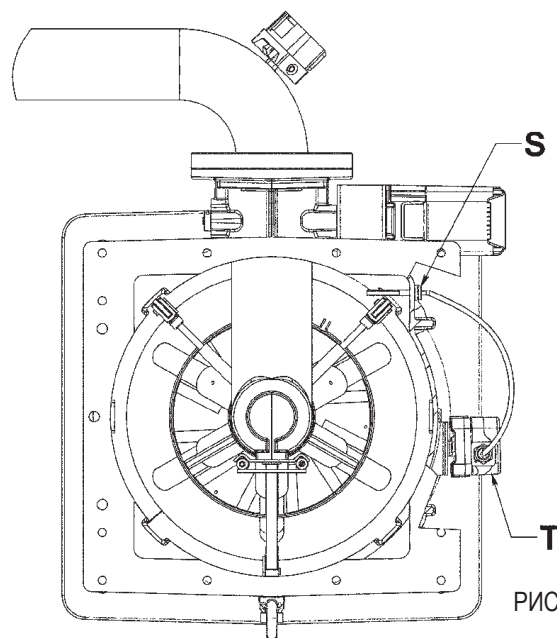
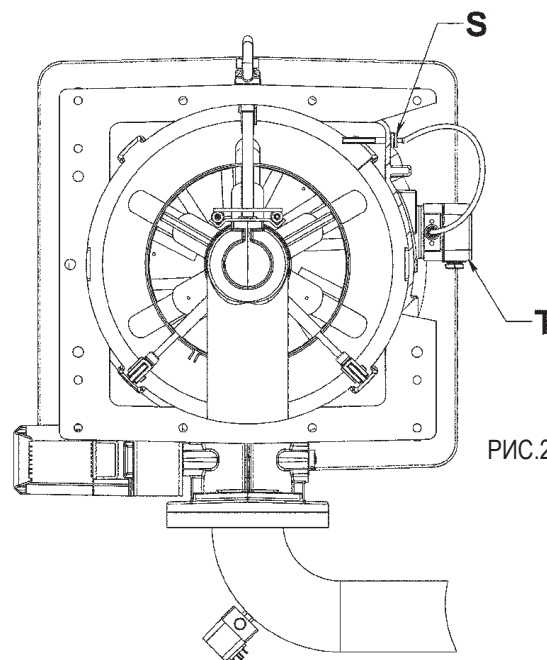

РИС.1
РИС.2
- После того, как на котел установлен узел головки, присоедините к камере два шарнира (Е), используя 4 винта (F) и соответствующие шайбы, не затягивая винты полностью (стандартная заводская установка шарниров – с правой стороны, но можно смонтировать их и с противоположной стороны).
- Расположите вентилируемый корпус (G) на уровне двух шарниров (РИС. 2). Для перемещения вентилируемого корпуса пользуйтесь специальными цепями или тросами, закрепленными на рым-болтах (H).
- Вставьте стержень I и затем заблокируйте его гайками (L) и соответствующими шайбами; необходимо проследить, чтобы опорные поверхности двух шарниров хорошо прилегали к соответствующим поверхностям спирального кожуха. Избегайте чрезмерной затяжки гаек (L): это может затруднить вращение шарнира.
- Привинтите центрирующий палец (M) на фланце вентилятора, со стороны, противоположной шарниру (РИС. 2).
- Не отсоединяя цепей от рым-болтов, поверните вентилируемый корпус и расположите фланец вентилятора так, чтобы он соприкасался с фланцем камеры; проверьте, что палец (M) вошел в соответствующее отверстие (РИС. 2).
- Закройте горелку с помощью винтов (N) и соответствующих шайб. По окончании
Горелка поставляется со штуцером отбора давления (S) для реле давления (T) на правой верхней стороне камеры, причем газовая рампа выходит вверх (РИС. 1).
В случае, если газовая рампа выходит вниз и, следовательно, камеру нужно повернуть на 180° по сравнению с конфигурацией РИС. 1, рекомендуется снять штуцер отбора давления (S) и реле давления (T) и установить эти компоненты в специальные гнезда на противоположной стороне камеры, таким образом, чтобы штуцер отбора давления вновь находился справа (РИС. 2). В этом положении правильность и надежность сигнала давления для реле давления гарантирована.